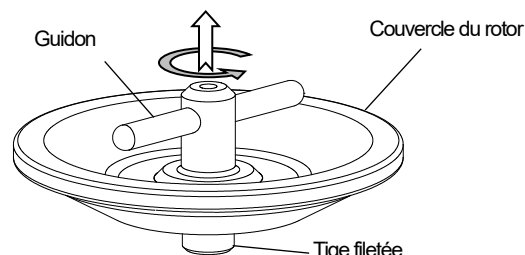

Fig. 3-1 Comment retirer le guidon
4) Enduisez légèrement la garniture avec de la graisse de silicone (graisse à vide) pour la rendre complètement étanche à l'air, et essuyez-la pour enlever l'excès de graisse. Lors de l'utilisation des rotors S58A et S50A, enduire légèrement la garniture de guidon (joint torique) avec de la graisse de silicone (graisse à vide) après avoir enlevé le guidon du couvercle du rotor. Tourner la poignée dans le sens inverse des aiguilles d'une montre en le tirant vers le haut pour retirer le guidon du couvercle du rotor (voir Fig. 3-1).
- 4) Enduire légèrement la garniture avec de la graisse silicone (graisse à vide) pour la rendre complètement étanche à l'air, et les essuyer pour enlever l'excès de graisse. Enduire légèrement la garniture du guidon (joint torique) de graisse silicone (graisse à vide) après avoir retiré le guidon du couvercle du rotor. Tournez le guidon dans le sens inverse des aiguilles d'une montre en le tirant vers le haut pour retirer le guidon du couvercle du rotor (voir Fig. 3-1). Après avoir fini d'enduire une graisse sous vide sur la garniture du guidon (joint torique), placer le guidon avec la garniture du guidon (joint torique) sur le corps du rotor, puis tourner le guidon dans le sens des aiguilles d'une montre pour assembler le guidon au couvercle du rotor.